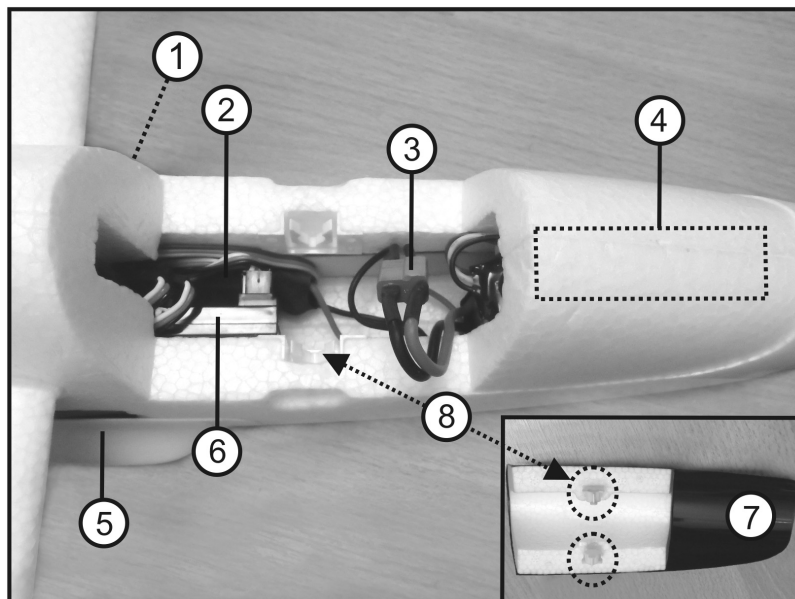

Figure 8
La figure 8 vous montre la position du servo de la gouverne de profondeur (1), du régulateur de vol (2), du système de connecteurs (3) entre la batterie de propulsion et le régulateur de vol de la batterie de propulsion (4), du servo de la gouverne de direction (5) ainsi que de l'emplacement du récepteur (6) sur le côté du fuselage.
Raccordez la batterie de propulsion au régulateur de vol (voir également fig. 8, n° 3). Le régulateur de vol contrôle maintenant le signal de commande « Moteur éteint » de l'émetteur. En fonction de la programmation du frein moteur, l'état de service du régulateur de vol est signalisé par une ou deux tonalités.